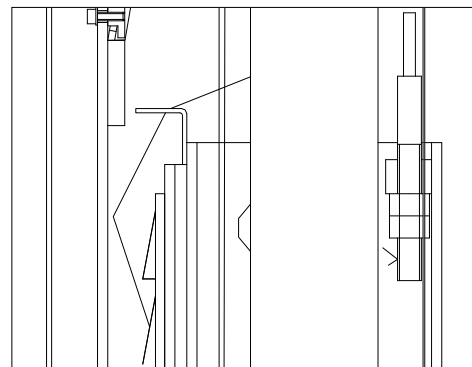

рис. 15
- ◆ Оба троса должны быть синхронизированы при подъеме и опускании (Рис.15)